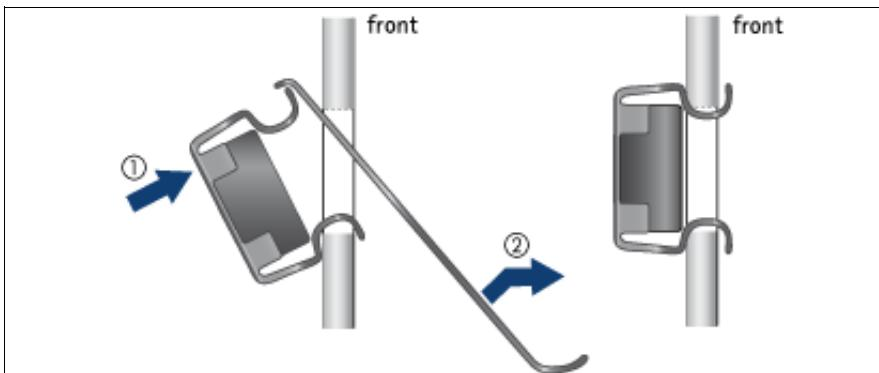

図 16: ケージナットの取り付け
- ▶ 2 本の M5 センタリングネジでサポートブラケットを固定します (2)。
- i** 以前行っていない場合は、ケージナットをサポートブラケットへ取り付けます (33 ページ の図 16 を参照)。
- ▶ ケージナットをネジで固定します (3)。